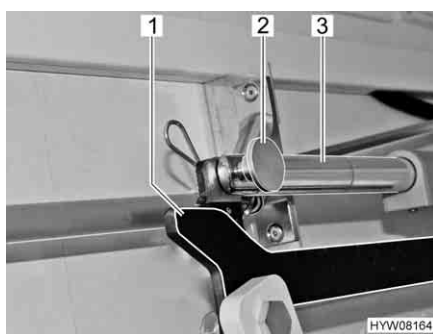

Fig. 63 Azionamento
- Rimuovere il collegamento (copiglia e bullone) (Fig. 63,2) tra la biella (Fig. 63,3) e la leva (Fig. 63,1).
- Afferrare dal basso tra parete laterale e la tiranteria del letto basculante e rimuovere il collegamento (copiglia e bullone) (Fig. 63,2) tra la biella (Fig. 63,3) e la leva (Fig. 63,1).